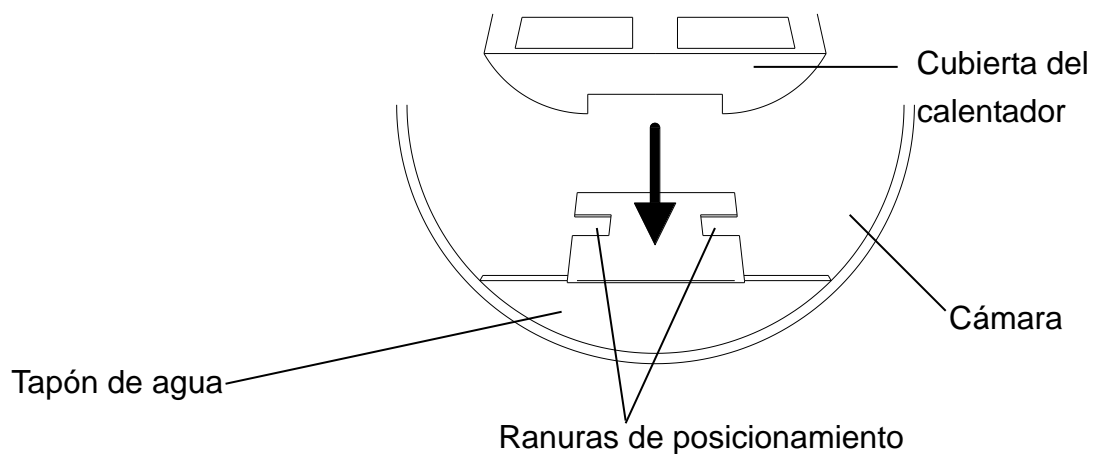

**Figura 27**
**⚠️ Precaución:** Llene la unidad solo con agua destilada. No llene con agua por encima de la marca amarilla de nivel de agua según se muestra en la Figura 27 y Figura 32.